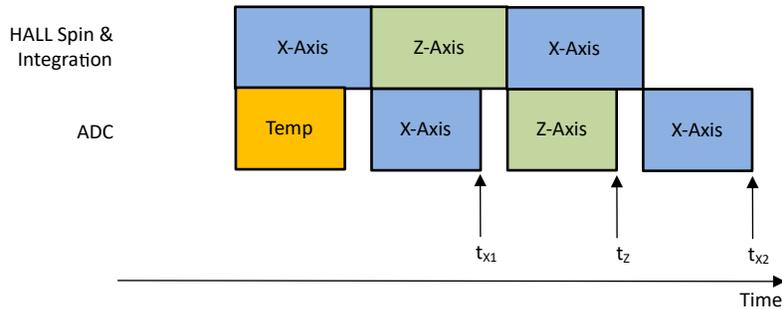

图 8-3. XZX 磁场转换
在绝对角度测量中，需要来自多个轴的应用传感器数据，才能计算出精确的角度。在不同时间通过同一信号链收集的磁场数据会在角度计算中引入误差。TMAG5273 提供伪同步采样数据收集模式来消除此误差。图 8-3 显示了一个示例，其中 MAG\_CH\_EN 设置为 1011b 来收集 XZX 数据。方程式 18 显示了 X 和 Z 传感器数据的时间戳相同。
- $t_{x1}$ 、 $t_z$  和  $t_{x2}$  是 X、Z、X 传感器数据完成的时间戳，如图 8-3 中定义。